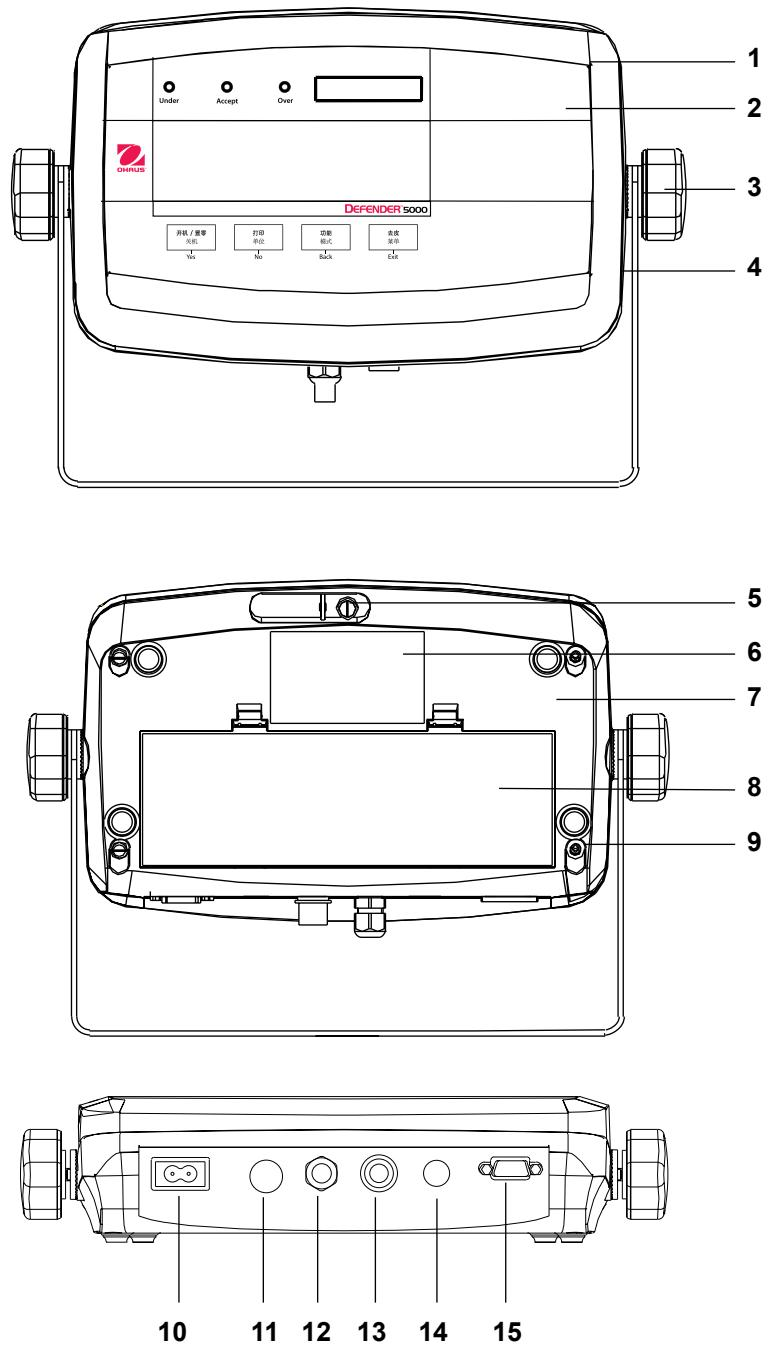

Figure 1-1. T51PZH 电子称重仪表.
Ohaus 台秤秤体可以通过标配的传感器航空接头 (Figure 1-1, item 14) 直接连接到电子称重仪表上。对于不带航空接头的秤体连接可以参考 section 2.3.2。连接时，将秤体上的航空接头插到电子称重仪表上的传感器接口上，然后旋转航空接头使其锁定。
请按图示连接方式将RS232 线束连接到 RS232 插口上 (Figure 1-1, item 16).